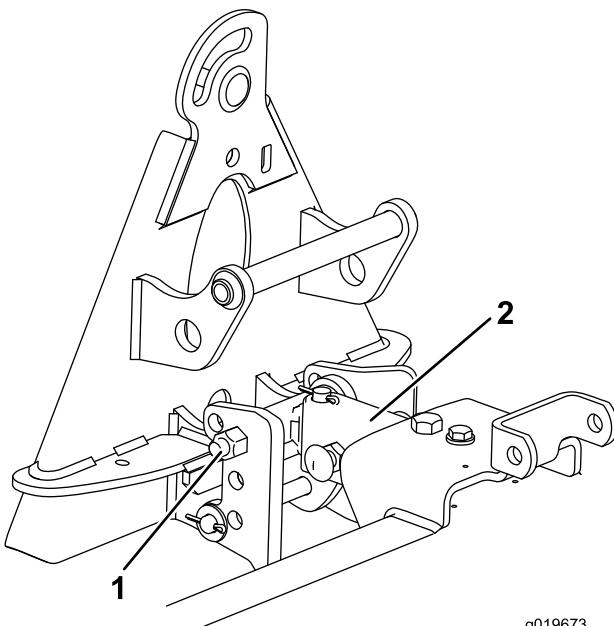

図 11
1. ヒッチャセンブリを、ストップブラケットの一番上の穴に取り付ける図 11。
2. トングチューブの長い方を上にして、ハンガーアセンブリの下に取り付ける図 11。